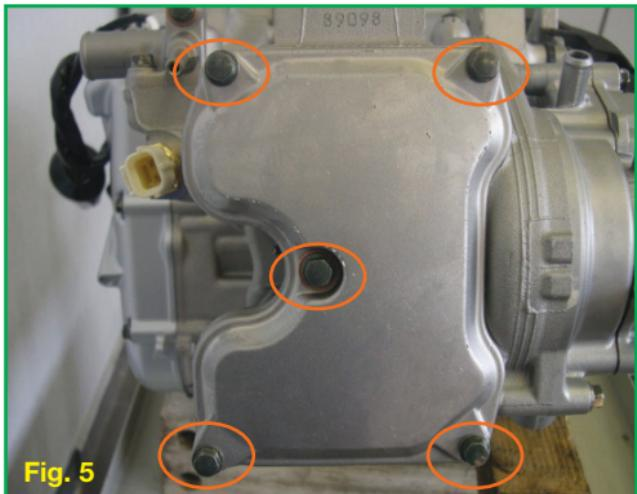

Fig. 5
- Rimuovere il coperchio punterie (n° 5 viti M6) (Fig. 5).
- Rimontare il coperchio valvole (Fig. 5) con la guarnizione in rame sotto la vite centrale.